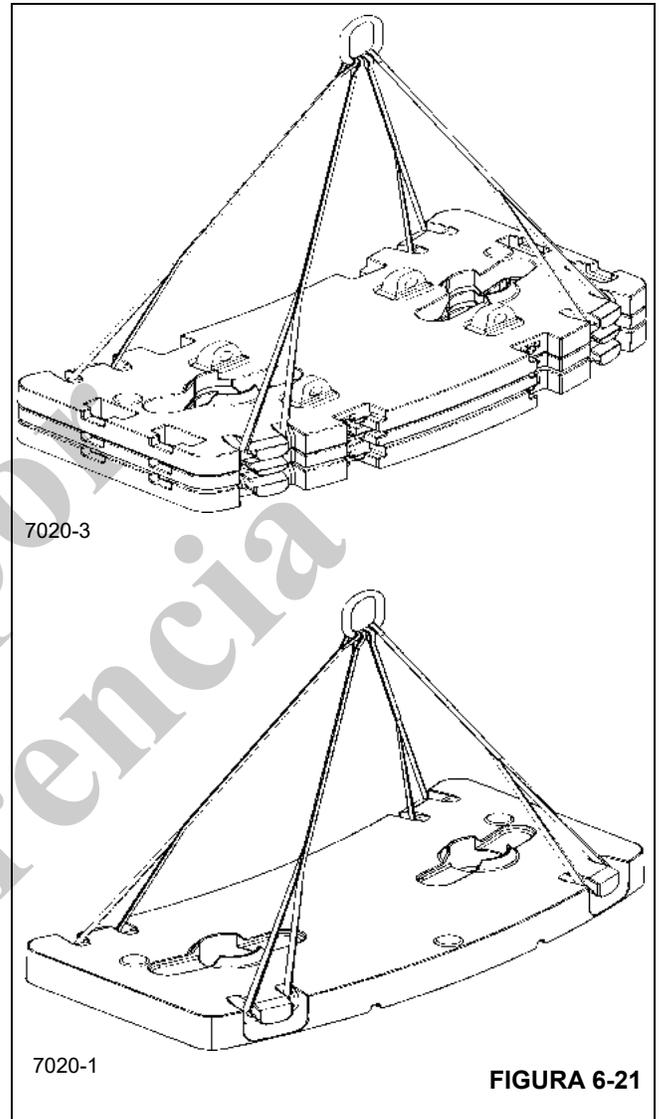
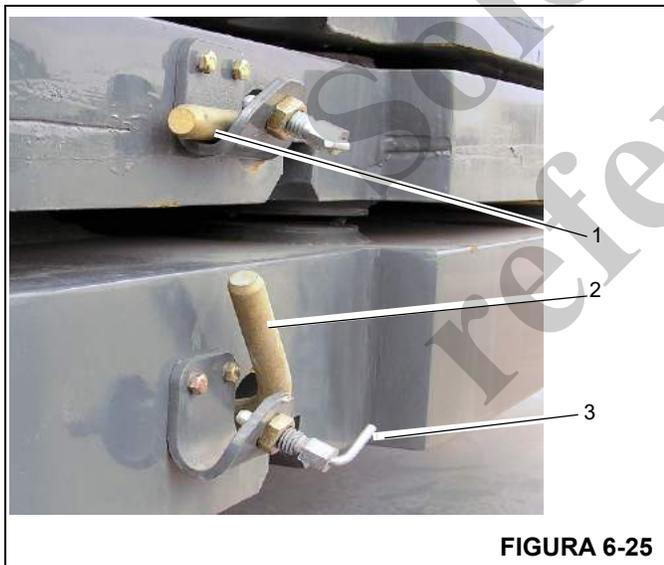

FIGURA 6-21
FIGURA 6-25
El contrapeso de 3000 lb y los dos de 5000 lb se pueden combinar y elevar como se muestra en la (Figura 6-21). Asegúrese de que todos los pasadores de bloqueo estén en la posición de bloqueo, como se muestra en la (Figura 6-25). Coloque las bandas de eslinga en el contrapeso superior.
Cuando eleva los contrapesos de 3000 lb y 5000 lb, asegúrese de que **TODOS** los pasadores de bloqueo estén completamente instalados en la posición de bloqueo (Figura 6-25) antes de elevar las secciones de contrapeso para subirlas y bajarlas de la grúa.
La sección de contrapeso de 10 000 lb se puede elevar como se muestra en la (Figura 6-21). No eleve esta placa con la sección de 3000 lb, con las dos secciones de 5000 lb ni con la bandeja de 3000 lb. Eleve cada placa de 10 000 lb por separado.
Cuando eleva los contrapesos de 3000 lb y 5000 lb, asegúrese de que TODOS los pasadores de bloqueo estén completamente instalados en la posición de bloqueo (Figura 6-25) antes de elevar las secciones de contrapeso para subirlas y bajarlas de la grúa. NO deje los pasadores de bloqueo en la posición de desbloqueo mientras eleva las secciones de contrapeso para subirlas y bajarlas de la grúa. Esto asegura que las secciones de contrapeso estén correctamente bloqueadas juntas cuando se elevan las secciones de 3000 lb y 5000 lb al mismo tiempo. También asegura que los pasadores de bloqueo no entren en contacto y se enreden con el apoyo de la pluma u otros objetos del área de trabajo.
Los pasadores de bloqueo (Figura 6-25) se muestran tanto en la posición bloqueada (1) y en la posición desbloqueada (2). Para poner el pasador en la posición desbloqueada, desenganche el pasador retenedor accionado por resorte (3), (Figura 6-25). Gire y quite el pasador de bloqueo del sujetador.
5. Las placas de contrapeso de 3000 lb y las dos de 5000 lb se pueden fijar a la plataforma de giro. Para hacer esto, arme la placa de contrapeso de 3000 lb, las dos placas de contrapeso de 5000 lb, las dos placas de contrapeso de 10 000 lb y la bandeja de contrapeso de 3000 lb sobre la plataforma de contrapeso de acuerdo con la (Figura 6-19). Mueva la plataforma de giro a su posición y eleve el conjunto de contrapeso con la unidad elevadora de contrapeso. Asegure la placa de contrapeso superior (3000 lb o 5000 lb) a la plataforma de giro con los dos pasadores de perno (1), (Figura 6-26). Coloque los pasadores de perno a través de las dos escuadras de montaje (2), (Figura 6-26), y gire los pasadores huecos (3), (Figura 6-26), dentro de la ranura de la escuadra de montaje. Asegúrese de que todos los pasadores de bloqueo (4), (Figura 6-26), estén en la posición de bloqueo, como se muestra en (Figura 6-25).